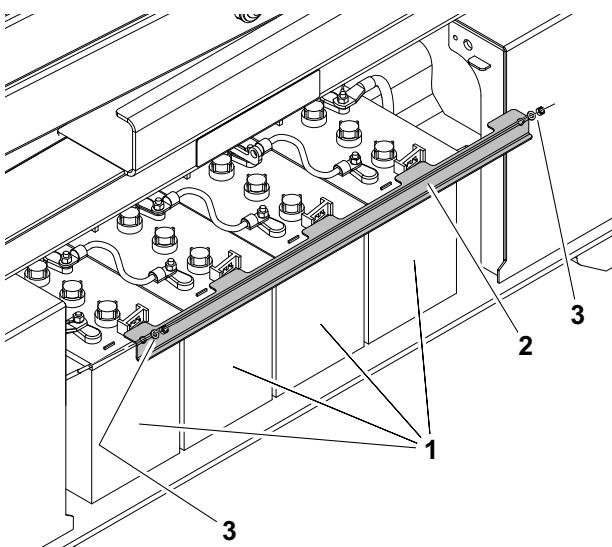

Figura 3-2. Localização da bateria e barra de contenção (todos os modelos)
- Para remover uma ou mais baterias da máquina, é necessário remover a barra de contenção da bateria. (Veja a Figura 3-2.)
- Remova as (2) porcas e arruelas de cada ponto de fixação de contenção nas extremidades da barra de contenção. Remova a barra e deixe-a de lado.